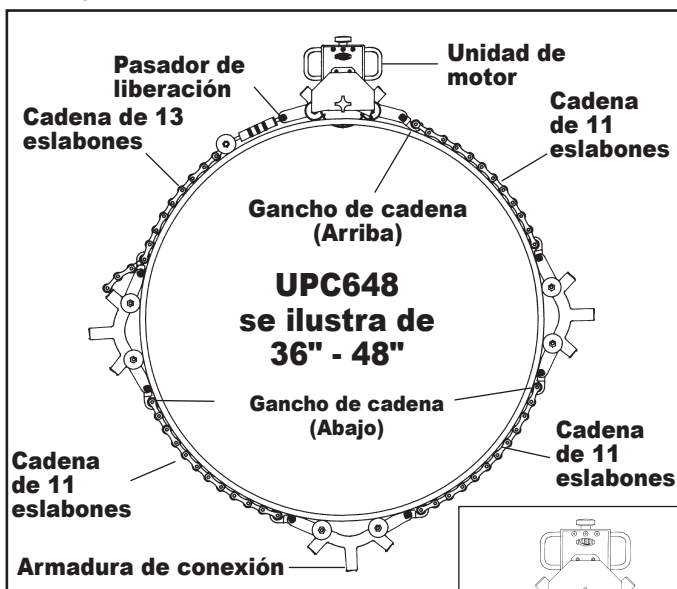

FIG. 5
3. Conecte el conjunto de la cadena de 13 eslabones y el tensor a la unidad del motor con el pasador de liberación. Estire el tensor hasta que alcance su posición más externa. (Fig. 5)
6. Si se va a cortar tubo donde hay marcos de conexión y se requiere cadena de 11 eslabones (UPC636 y UPC648), preensamble los ganchos de cadena a los marcos de conexión de aluminio colocando los ganchos de cadena hacia abajo. Regrese al Paso 5, cerciorándose de separar los marcos de conexión a distancia **equidistante** de la unidad del motor. (Fig. 5)